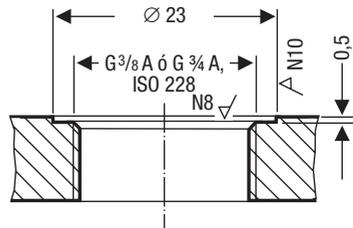

Fig. 3
- ¡Las superficies de estanqueidad de la tapa de la brida deben estar mecanizadas correctamente según **Fig. 3** !
4. Controlar la superficie de obturación. **Fig. 3**
5. Colocar la junta anular adjunta ❷ sobre la superficie de obturación de la conexión roscada o de la tapa de brida. **Fig. 3**
6. Untar la rosca del electrodo ❸ con un poco de grasa de silicona resistente al calor (por ejemplo, WINIX® 2150).